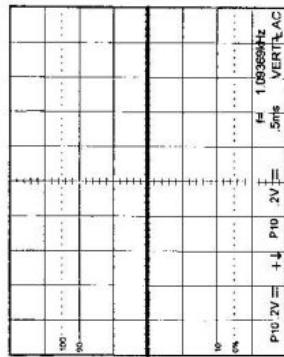

Figura 5-4
- 9) La Figura 5-4 seguente illustra una visualizzazione corretta. Lo schermo mostra una traccia piatta al centro del reticolato che conferma la corretta operatività della funzione di offset ADD e bilanciamento canali.